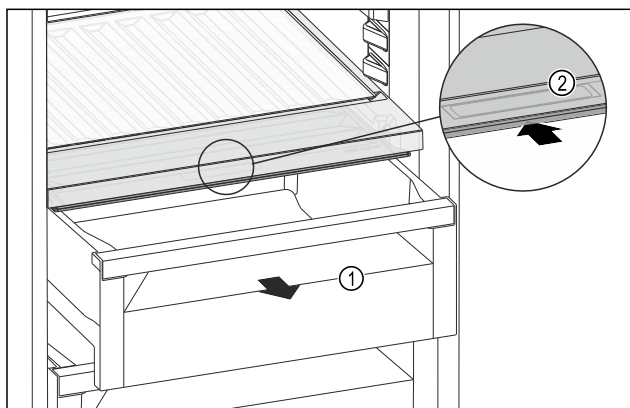

Fig. 129
- ▶ Húzza ki a fiókot Fig. 129 (1).
- ▶ Fogja meg a süllyesztett fogantyút Fig. 129 (2) a rekeszfedélen, és ezzel egy időben tolja hátra a rekeszfedelet.